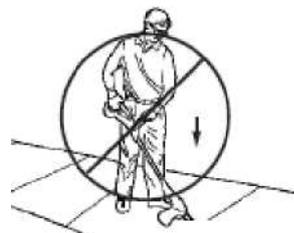

Fig. 21
8. **N'UTILISEZ PAS LE COUPE-BORDURES SUR DU BETON.** Ceci pourrait endommager la tête (Figure 21).